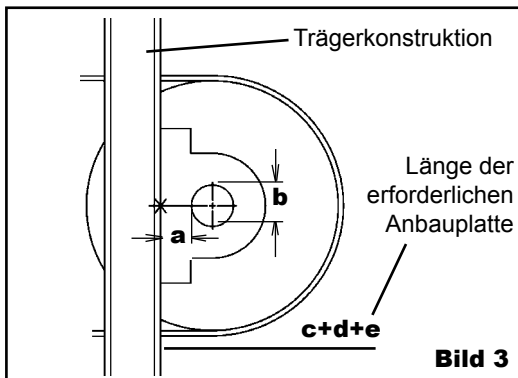

Bild 3
- Von der Rückseite der Trommelwelle aus zur Trägerkonstruktion messen (Bild 3).